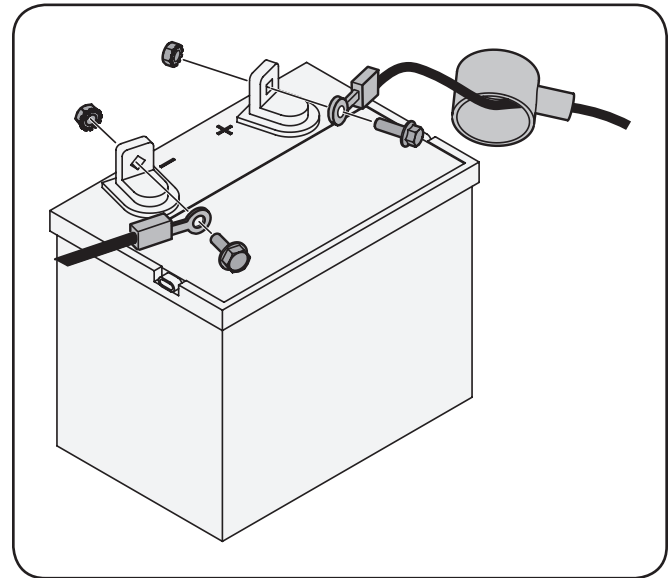

Figura 3-5
1. Retire la cubierta plástica, si es que está presente, del borne positivo de la batería y conecte el cable rojo al borne positivo de la batería (+) utilizando el perno y la tuerca hexagonal. Vea Figura 3-5.
2. Retire la cubierta plástica, si es que está presente, del borne negativo de la batería y conecte el cable negro al borne negativo de la batería (-) utilizando el perno y la tuerca hexagonal. Vea la Figura 3-5.